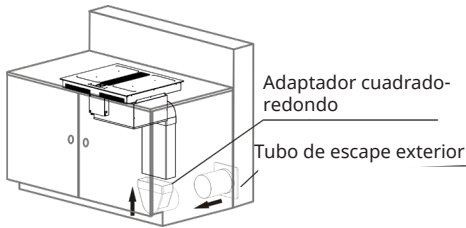

Imagen 7
8. Coloque el adaptador cuadrado-redondo en el tubo cuadrado y encaje el tubo de escape exterior en el adaptador (véase la imagen 7).